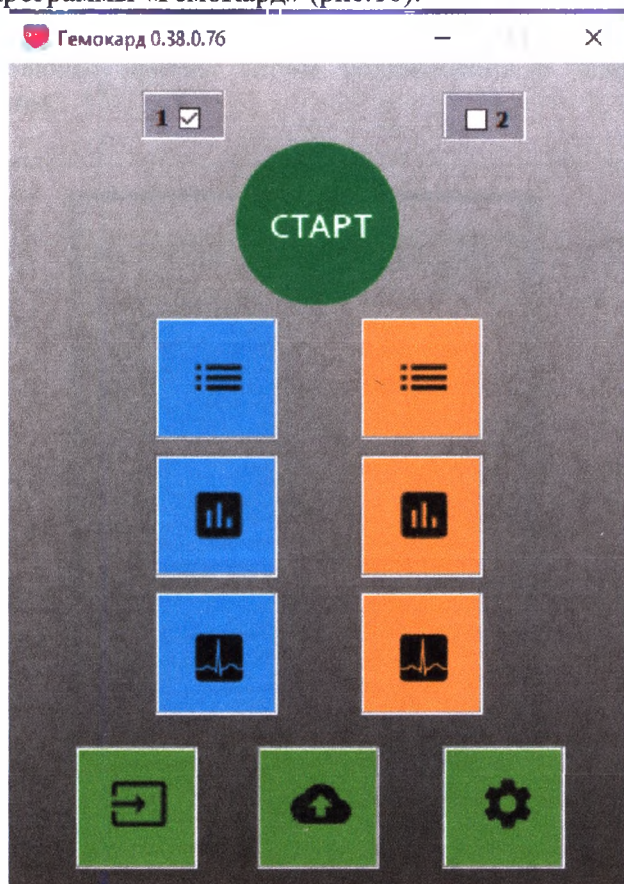

Рис.10. Стартовое окно программы «ГемоКард» для ПК.
2.2.2. Запуск программы «ГемоКард» (рис.10).
Приложение рассчитано на 2х пользователей (на рис.10 выбран Пользователь 1).